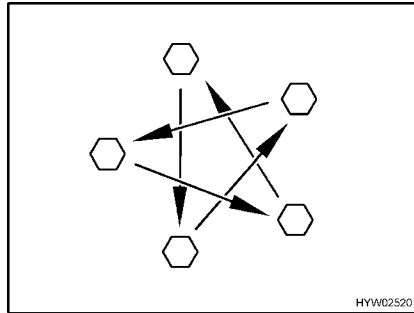

Fig. 298 Serrare a croce i dadi o i bulloni delle ruote
- Controllare regolarmente il serraggio dei dadi o dei bulloni. Regolare il serraggio dei dadi delle ruote o dei bulloni delle ruote di una ruota sostituita dopo circa 50 km (Fig. 298). Coppia di serraggio vedi paragrafo 14.5.2.
- Se si utilizzano cerchioni nuovi o riverniciati, regolare il serraggio dei bulloni o dei dadi dopo altri 1000 - 5000 km (Fig. 298).
- ▷ Serrare a croce i dadi o i bulloni delle ruote (Fig. 298).